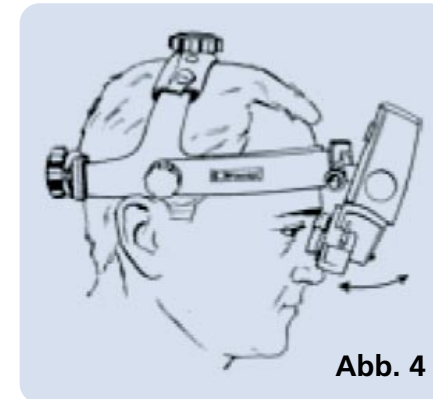

Abb. 4
Für ein maximales Sichtfeld positionieren Sie den Binokularblock (O) möglichst nahe an den Augen oder der Brille. Lockern Sie den Ophthalmoskop-Winkelknopf (E) geringfügig, um Einstellung zu ermöglichen, und ziehen Sie dies in Position befindlich an, wie in (Abb. 4) gezeigt.